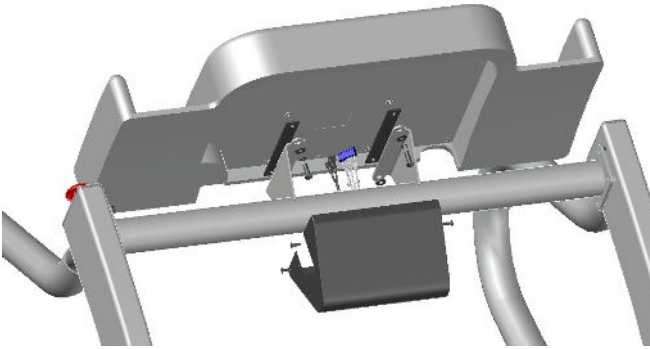

Figura 5-2
3. La Figura 5-2 illustra gli elementi di montaggio in dotazione nella spedizione del tapis roulant. Il kit contiene:
- (4) bulloni ¼-20